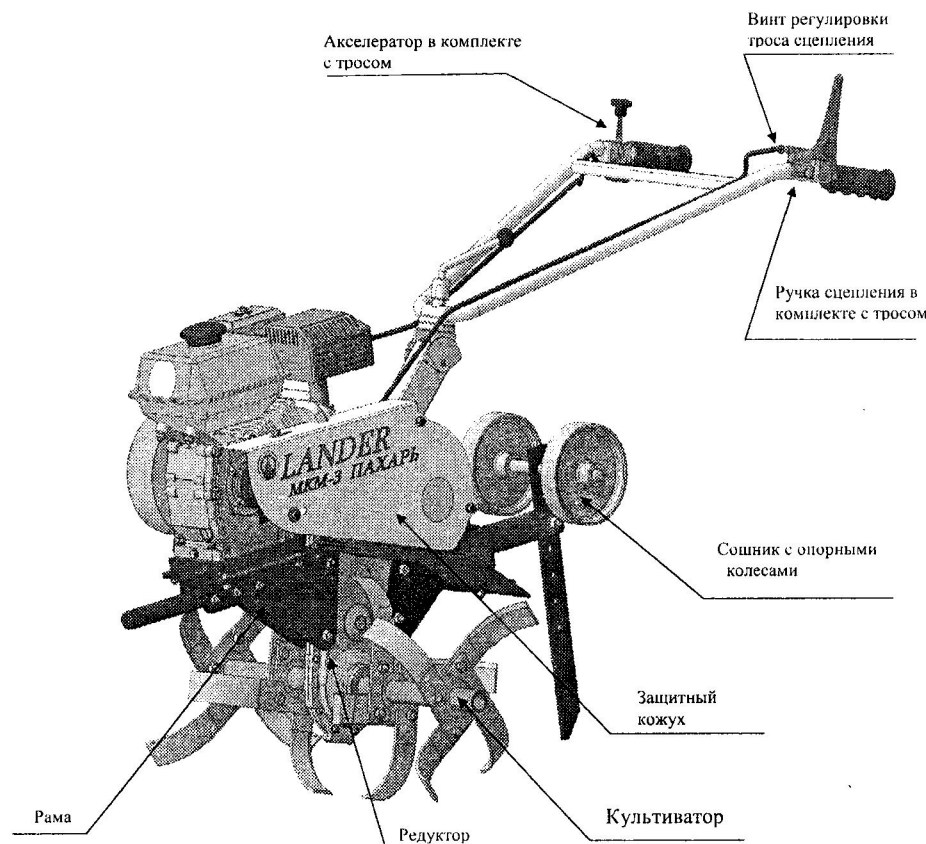
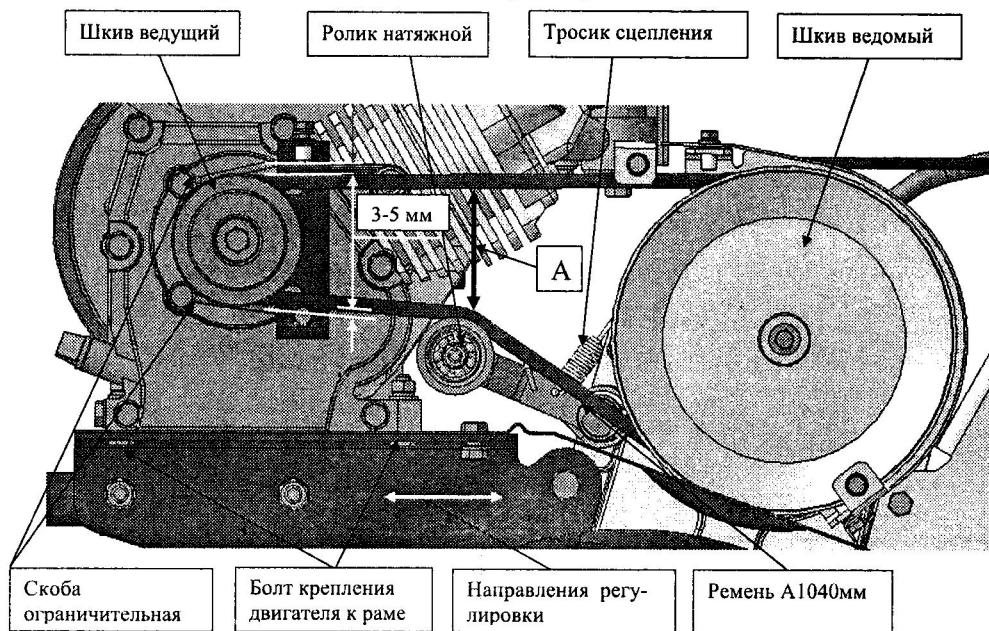
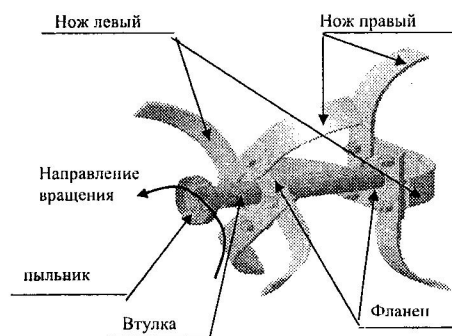

Рис.1 Мотоблок с культиваторами
Рис. 3 Схема натяжения ремня.
Рис. 8 Схема сборки культиватора
- 10.1. Собрать МКМ-3 в комплекте с культиваторами, Рис.1, Рис.8. Для этого необходимо установить культиваторы на выходные концы валов редуктора и зафиксировать их стопорами, предварительно их собрав. При сборке ножи культиваторов устанавливаются на квадратные фланцы строго в соответствии с Рис.8. Ножи крепятся к фланцам болтами. Собранные культиваторы устанавливаются на вал редуктора таким образом, чтобы режущие кромки ножей входили в землю при движении мотоблока вперед.
- проверить натяжение ремня, а в случае необходимости отрегулировать согласно пункта 6.11., Рис.1, Рис.3, Рис.5;